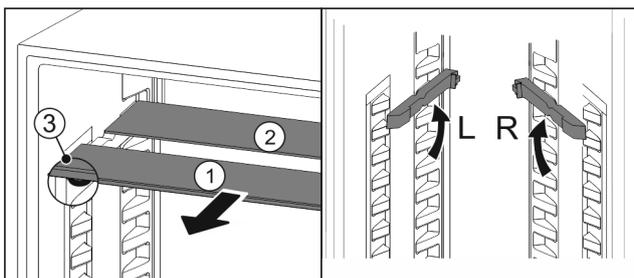

Fig. 86
- Издърпайте Fig. 86 (1) поотделно стъклените плочи напред.
- Стъклената плоча Fig. 86 (1) с декоративната лайсна е отпред.
- Ограничителите Fig. 86 (3) сочат надолу.